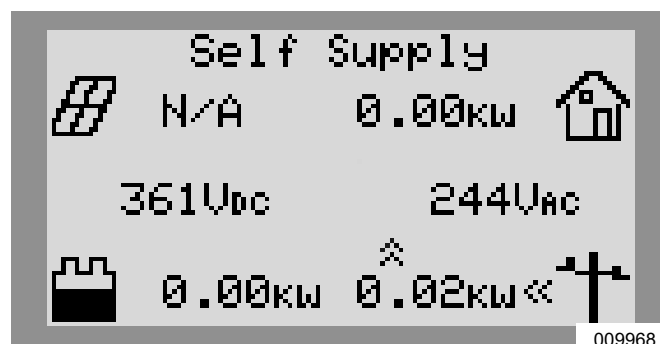

Figura 6-6. Selección de modos de sistema (4 de 4)
5. Consulte la Figura 6-6. Verifique que el modo indicado en la parte superior de la pantalla de inicio sea el modo deseado.